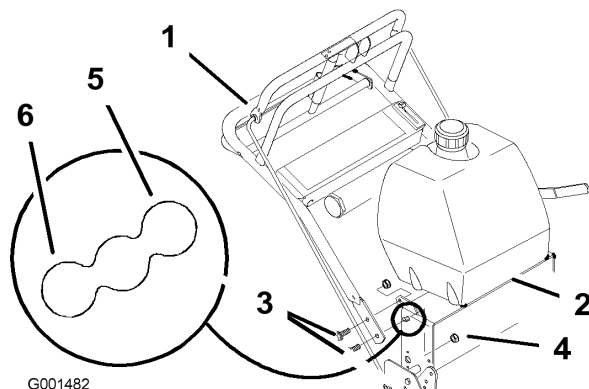

Figure 16
- Desserrez les boulons à embase supérieurs ((3/8 x 1 inch)) et l'écrou à embase de fixation du guidon au bâti arrière (Figure 16)
- Retirez les boulons à embase supérieurs ((3/8 x 1 inch)) et les écrous à embase de fixation du guidon au bâti arrière (Figure 16)